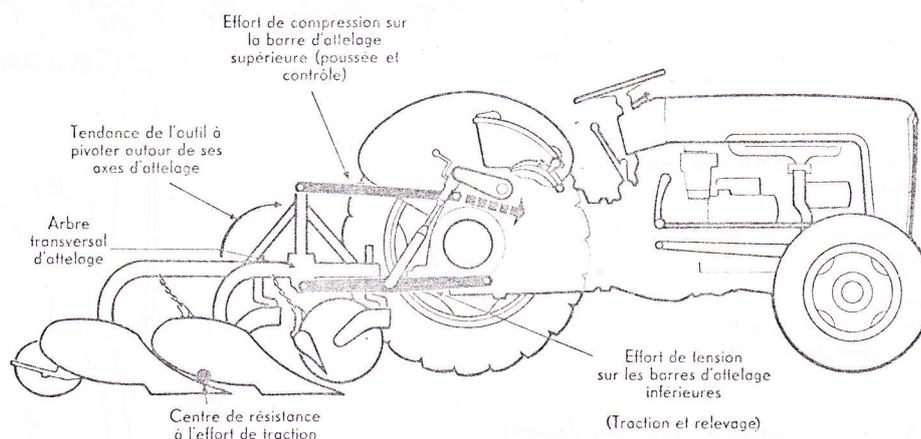

FIG. 14: RÉACTION DU SOL SUR L'ATTELAGE.
Le contrôle manuel est effectué par les 2 manettes comme expliqué à la page 2; le contrôle automatique est obtenu sur l'un des systèmes par une came solidaire du bras de poussée de l'arbre de relevage; sur l'autre système, par la réaction de l'outil à la traction, transmise par la barre d'attelage supérieure à travers le ressort de contrôle (voir fig. 14).
La réaction à l'effort de traction (voir fig. 14) agissant contre le plongeur du ressort de contrôle déplace vers l'avant la bielle de contrôle (O) qui repousse la came (L) en appui sur le galet (V) de l'arbre de la manette de contrôle d'effort.